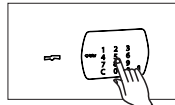

BILD. 2
- 1 Geben Sie den Zahlencode ein (Bild 2). Alle Tresore besitzen den Zahlencode "1 2 3 4 5 6" ab Werk. Bei jedem Tastendruck hören Sie einen Piepton und das rote Lämpchen leuchtet auf. Für den Fall, daß Sie keine Taste innerhalb von 7 Sekunden betätigen, wird das System wieder abgeschaltet. Beginnen Sie in diesem Fall wieder von vorne.
- 1 Drücken Sie die Taste "#/Reset" (Bild 2). Das rote Lämpchen leuchtet auf und man hört einen Programmierungston.
- 2 Drücken Sie die Taste "#/Reset" (siehe Bild 2). Das rote Lämpchen leuchtet auf und es ertönt der Programmierungston.